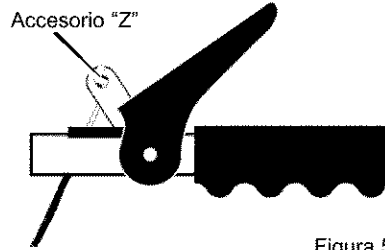

Figura 59
Para asegurarse de que estén bien ajustados, suelte el accesorio "Z" en la palanca de propulsión (Figura 59).
5. Desconecte el accesorio "Z" de la **palanca de propulsión** (Figura 59).
11. Instale el **gancho "Z"** en la **palanca de propulsión** (Figura 59).